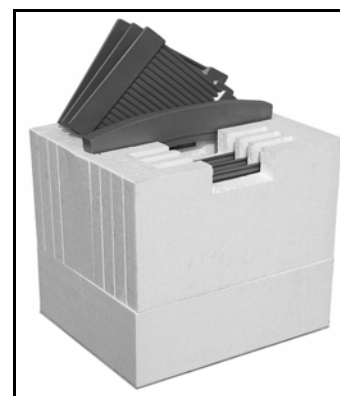

Figure 2 - Exemple emballage céramiques
- ✓ Le second contient l'habillage en céramique (*Figure 2*)